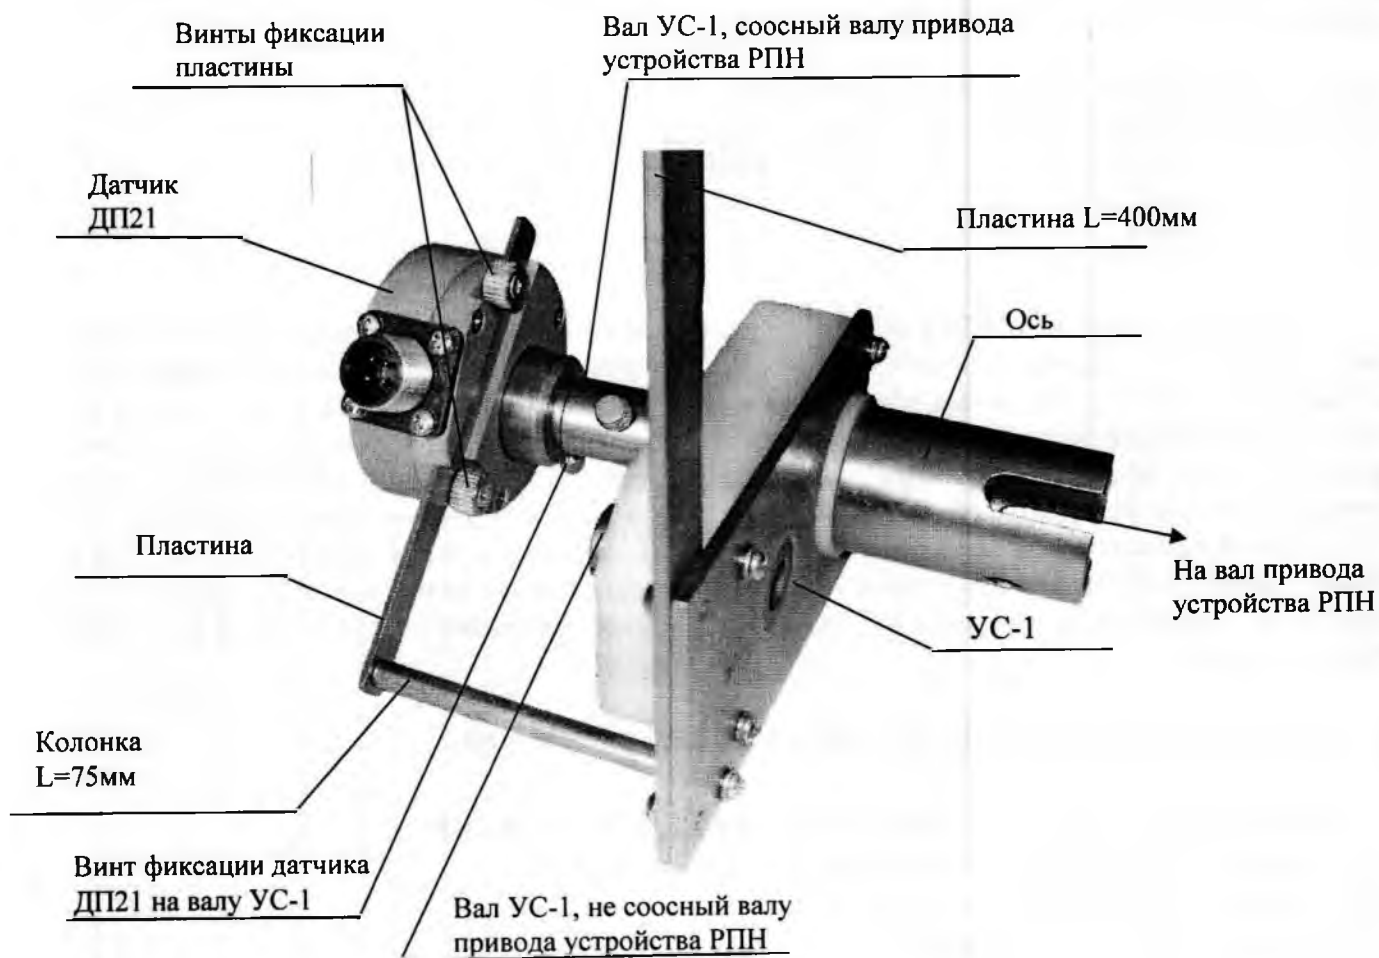

Рис.11.1. Установка датчика на УС-1, если привод вращается электродвигателем
- а) установить датчик ДП21 на валу устройства сопряжения УС-1, соосном валу привода устройства РПН, и закрепить датчик винтом (рис.11.1);
- е) проверить совпадение внутреннего диаметра оси УС-1 (см. рис.11.1) с внешним диаметром вала устройства РПН;